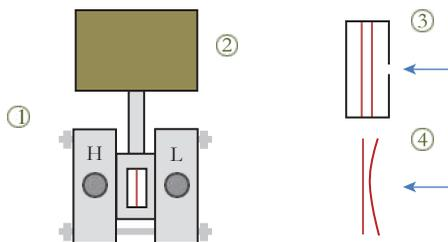

Рис. 3.1
На рис. 3.1 показан корпус датчика перепада давления (1) с двумя соединениями, высокого давления (H) и низкого давления (L). На верхней части обычно есть электроника в отдельном корпусе (2), предлагающая стандартизированные выходные сигналы и дисплей. Внутри находится датчик давления (или ячейка), обычно с мембраной. Иллюстрация является излишней, но при высоком давлении (4) вы можете видеть, как мембрана деформируется по сравнению с воздействием низкого давления (3). Все мембраны имеют две стороны. Одна сторона подвергается воздействию процесса, как описано выше. Другая сторона может подвергаться воздействию окружающего давления (как в манометрическом передатчике), вакуума (как в абсолютном передатчике) или другого места в процессе (через второе соединение, как в